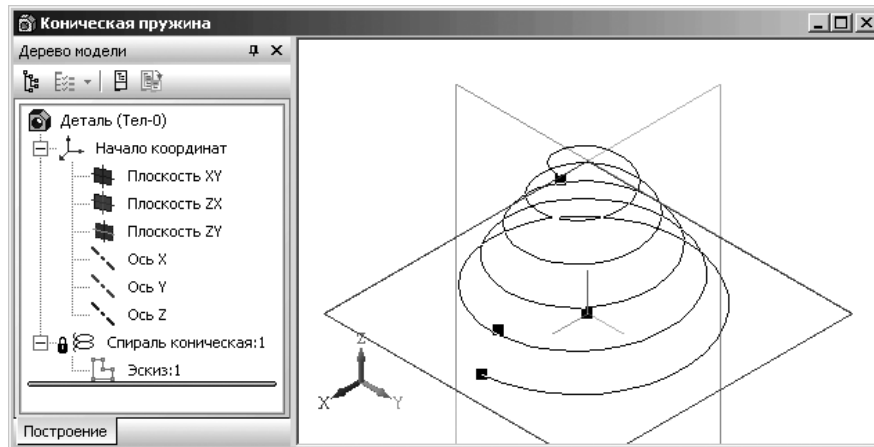

Рис. 3.97. Результат визуализации характерных точек фантома конической пружины
- переместите указатель мыши на спираль и дважды щелкните мышью. Спираль выделится и на ней появится фантом пружины с характерными точками. Одновременно появится и соответствующая **Панель свойств: Коническая пружина** (рис. 3.97).